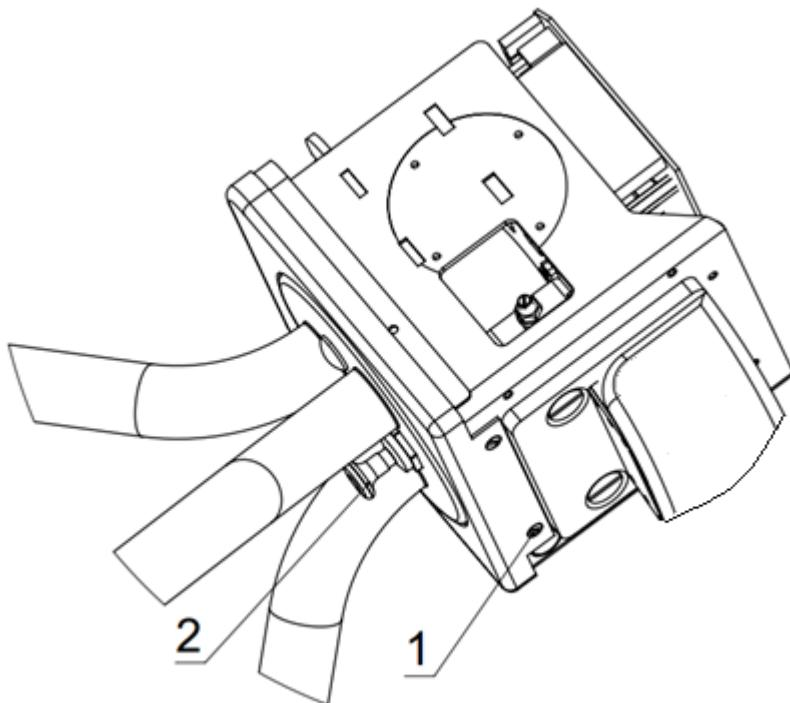
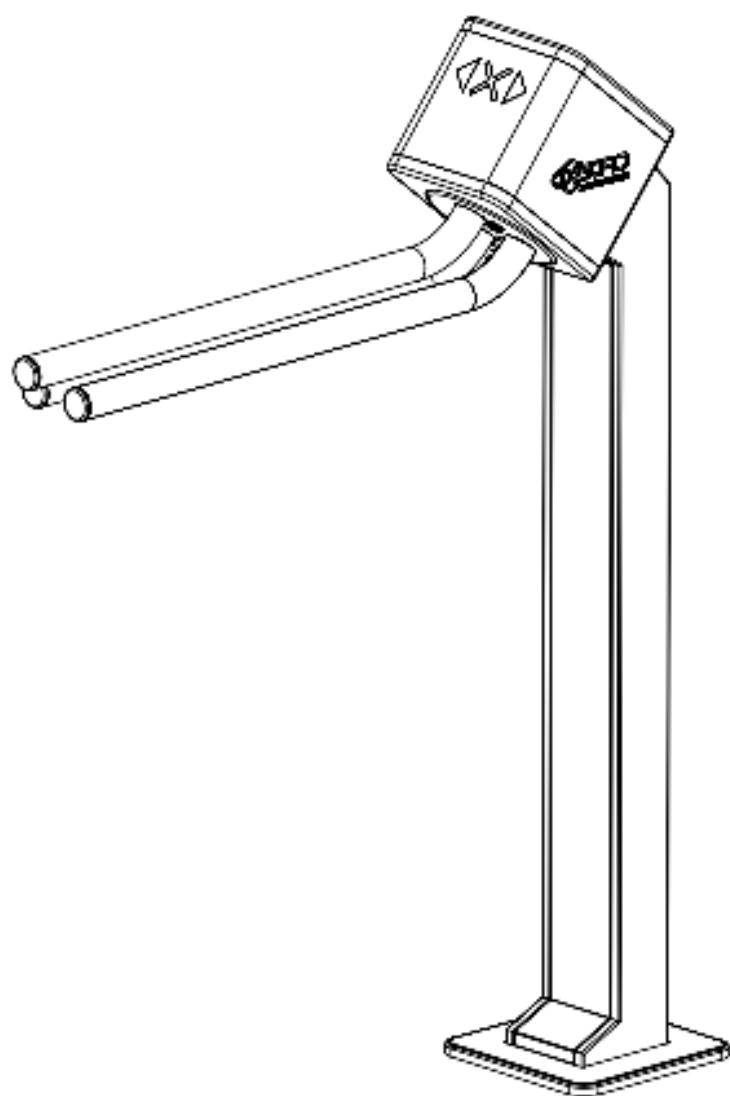
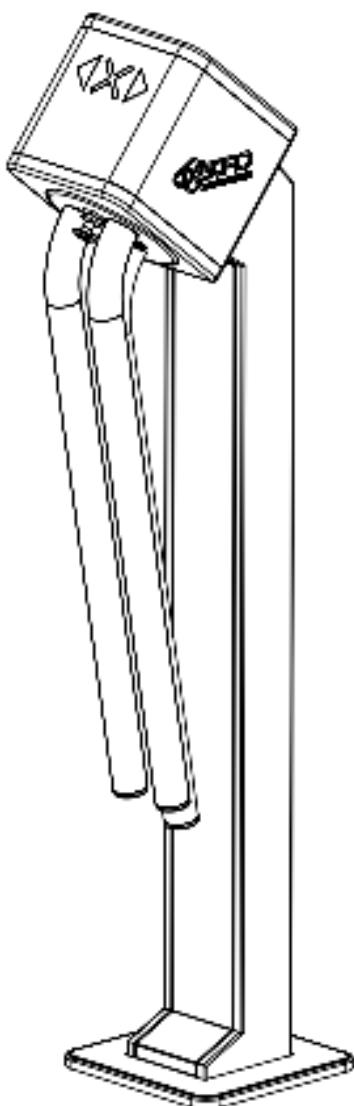

Рис. 7.
Рис. 8.
Рис. 9.
- оттяните стопор фиксации 2 планок (рис. 7) , удерживая одну планку рукой в зафиксированном положении, разложите остальные планки в рабочее положение.
Переход в этот режим осуществляется механическим путем. Переведите турникет в режим «антипаника», для этого нажмите на пульте кнопку 4. Оттяните стопор фиксации 2 планок (рис. 7) , удерживая одну планку рукой в зафиксированном положении, другой рукой проверните другую планку по часовой стрелке, так чтобы все планки совместились (рис. 8). Затем все вместе сложенные планки доверните вниз (рис. 9)